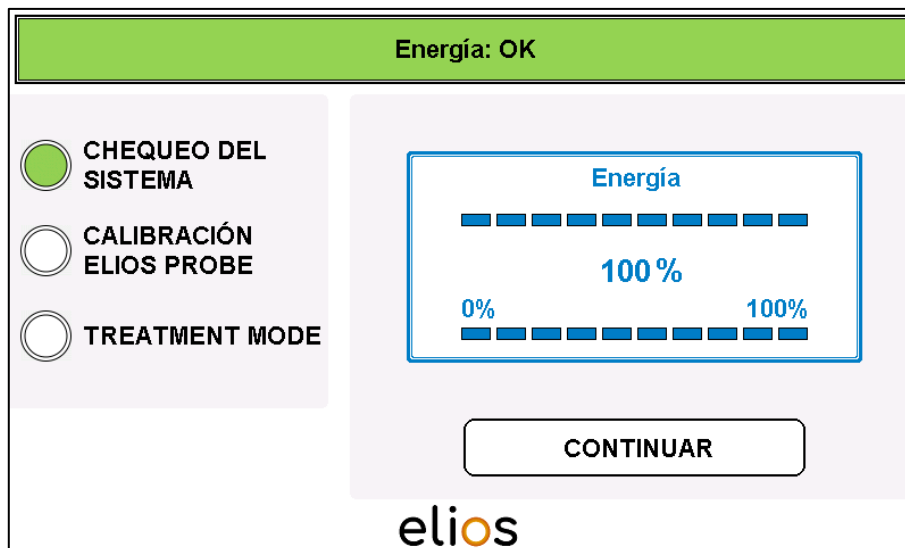

Fig. 4-3: Control interno de energía
- Tras soltar el pedal, se puede pulsar el botón "CONTINUAR" para pasar a la CALIBRACIÓN ELIOS PROBE (Fig. 4-3).